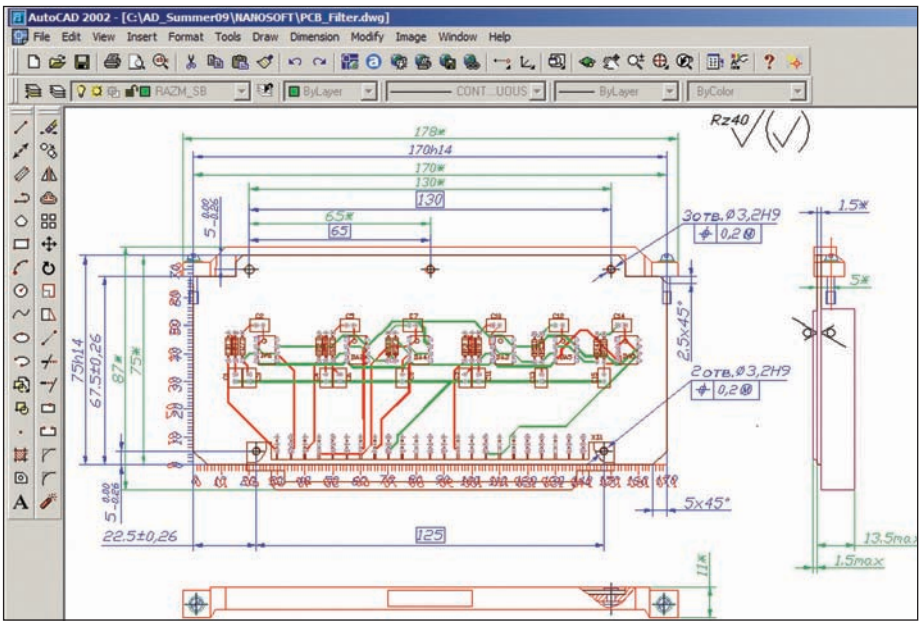

Рис. 13
- Средствами копирования-вставки шаблон БНК переносится на импортированный чертеж платы и сливается с образом платы (рис. 13).